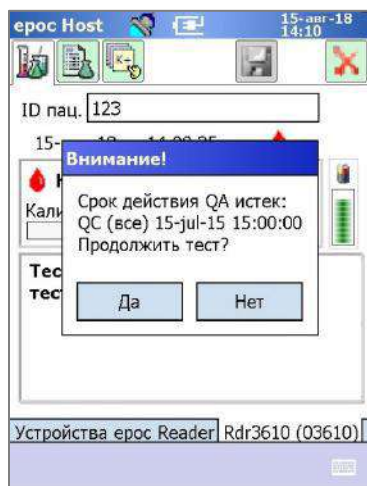

Рис. 41.
- Кроме того, после установки тест-карты в устройство ерос Reader будет появляться всплывающее сообщение с запросом на подтверждение дальнейшего выполнения анализа пользователем (рис. 41).